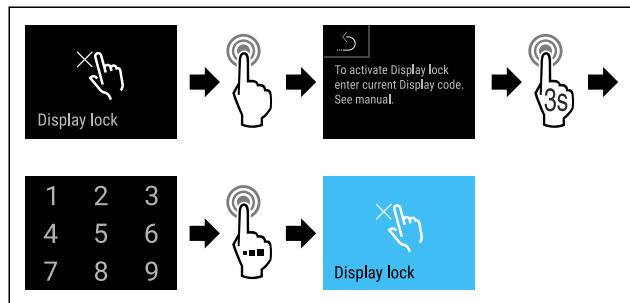

Fig. 79
- Выполните шаги действия (см. Fig. 79).